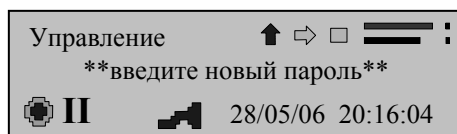

рисунок 20
- прибор предложит ввести новый пароль (рисунок 20);